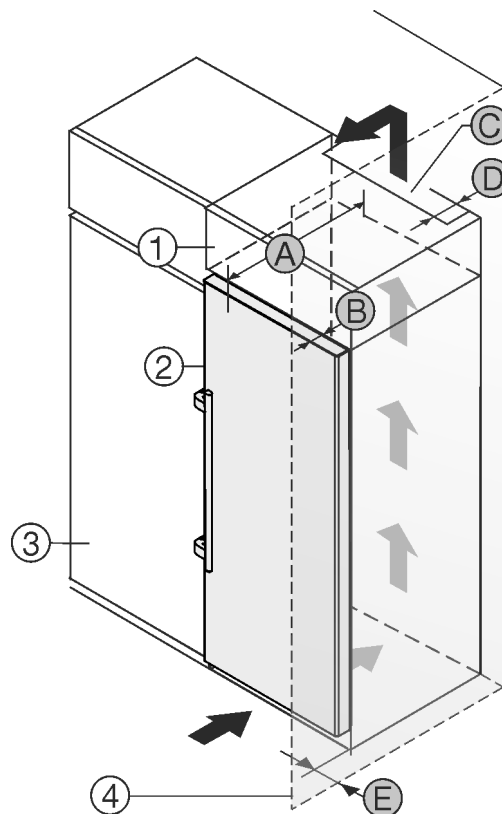

Fig. 1
- (1) Nadstavná skriňa
- (2) Zariadenie
- (3) Kuchynská skriňa
- (B) Hĺbka dverí
- (C) Prierez vetracieho otvoru
- (D) Vzďialenosť zadnej strany zariadenia
- (E) Vzďialenosť od boku zariadenia
- (A) Hĺbka zariadenia
Zariadenie môžete inštalovať priamo vedľa kuchynskej skrine Fig. 1 (3).
Na zadnej strane nadstavnej skrine musí byť vetracia šachta s hĺbkou Fig. 1 (D) cez celú šírku nadstavnej skrine.
Pod stropom miestnosti sa musí dodržať prierez vetracieho otvoru Fig. 1 (C).
Ak zariadenie nainštalujete so závesmi vedľa steny Fig. 1 (4), tak vzdialenosť medzi zariadením a stenou musí byť minimálne 57 mm. To zodpovedá presahu držadla pri otvorených dverách.
Aby ste mohli dvere úplne otvoriť, zariadenie musí vyčnievať o hĺbku dverí Fig. 1 (B) prednej časti kuchynskej skrine. V závislosti od hĺbky kuchynských skriň Fig. 1 (3) a použitia dištančných držiakov na stenu môže zariadenie prečnievať ešte viac.